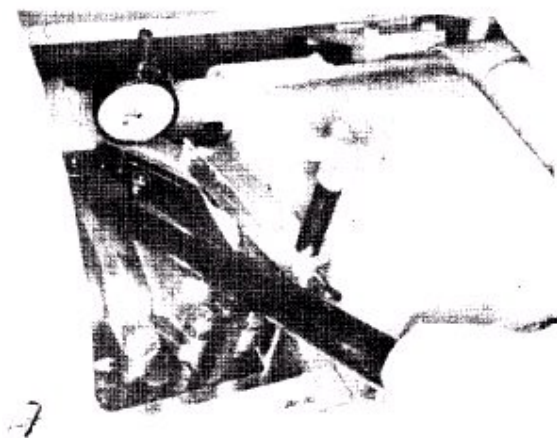

Рис. 2-63. (K21921) Опускание толкателя форсунки в манжету.
3. Пользуясь приводом качающегося рычага, рис. 2-63, нажмите на рычаг по направлению к форсунке, до тех пор, пока толкатель не опустится в манжету, выдавливая из манжеты масло. Дайте толкателю форсунки подняться, опустите его снова, зафиксируйте в нижнем положении и установите индикатор на 0 (ноль). Проверьте наличие контакта удлинителя с верхней частью толкателя.